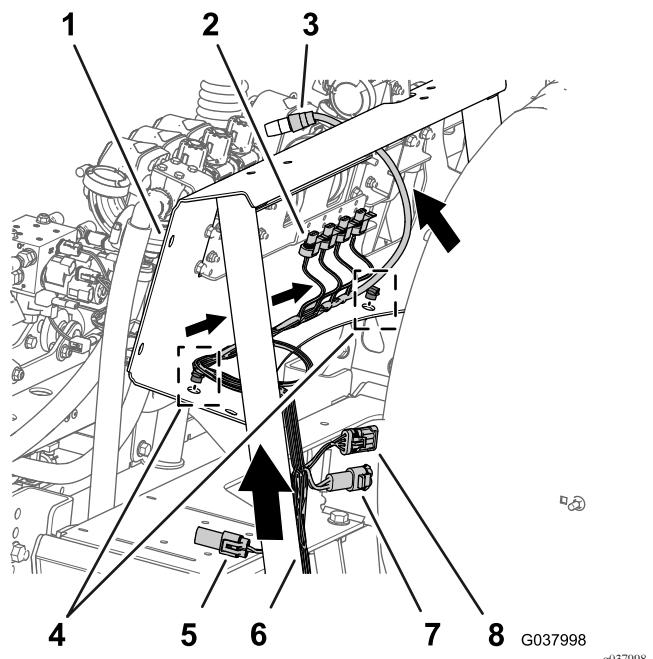

图112
1. 如 图112 所示沿着阀门安装架支柱的内侧放置线束的 76cm 支管后部朝向喷洒臂段阀和搅拌阀。
2. 将 76cm 线束支管的推进式紧固件插入歧管安装架下方法兰的孔中 图112。